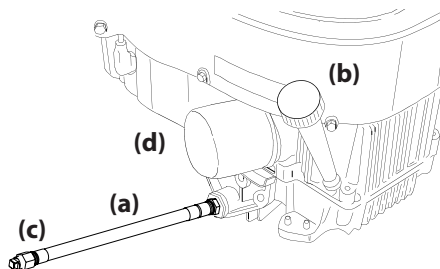

Figura 4-1
2. Ubique la manguera de drenaje (a) de aceite del lado derecho del motor. Consulte Figura 4-1.
4. Mientras sostiene el extremo libre de la manguera de drenaje de aceite (a) sobre el recipiente de recolección de aceite, desatornille el tapón de cabeza cuadrada de la manguera (c) del extremo de la manguera (a). Consulte Figura 4-1. Drene el aceite del motor dentro del recipiente.